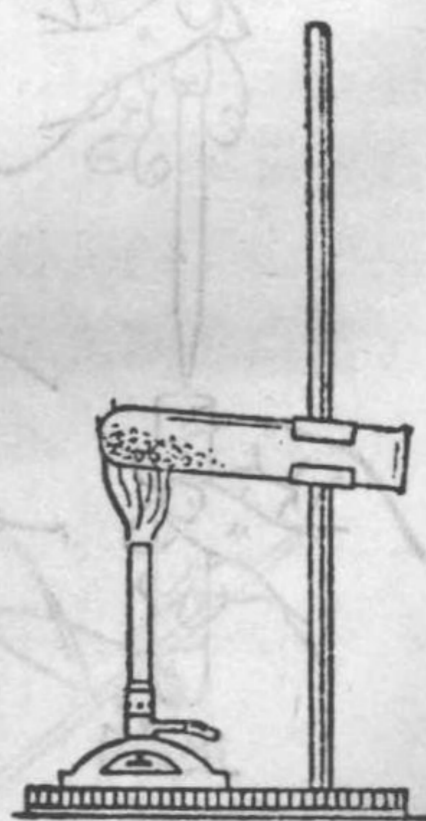

图9 加热试管中的固体
(4) 在试管中加热固体时，必须注意不要使凝解在试管上部的水珠流到灼热的管底，致使试管破裂。应该使试管口稍微向下倾斜。如图9所示。